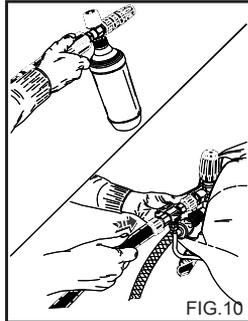

FIG.10
2) Verwijder het verlengstuk van de handgreep en breng de dubbele lans of de lans met verstelbare kop aan, bedien de hogedrukreiniger, bedien het aanzuigcommando van het reinigingsmiddel op de lans (fig. 10, 12) en besprenkel het te reinigen oppervlak van beneden naar boven. Laat enkele minuten inwerken.
AANBRENGEN AANZUIGKIT REINIGINGSMIDDEL (Fig. 10). (Optioneel accessoire)